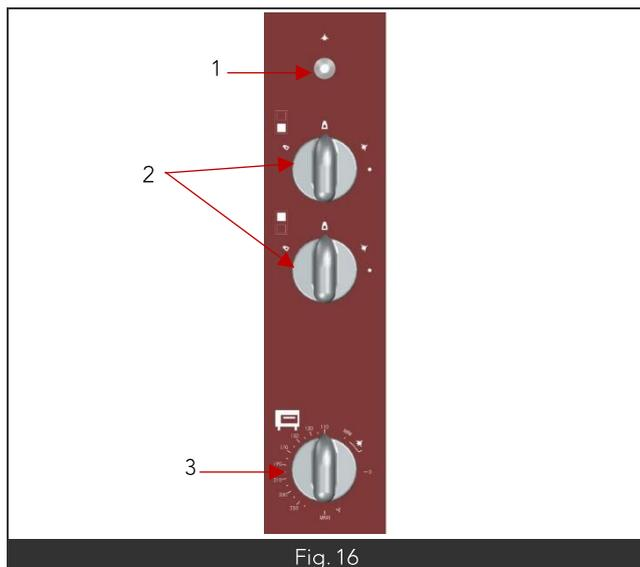

Fig. 16
- Appuyer à fond sur la manette et en même temps présenter une flamme d'allumage à proximité des orifices de veilleuse ou agir sur le bouton poussoir d'allumage (Fig16 Rep1) pour les appareils équipés de l'option.